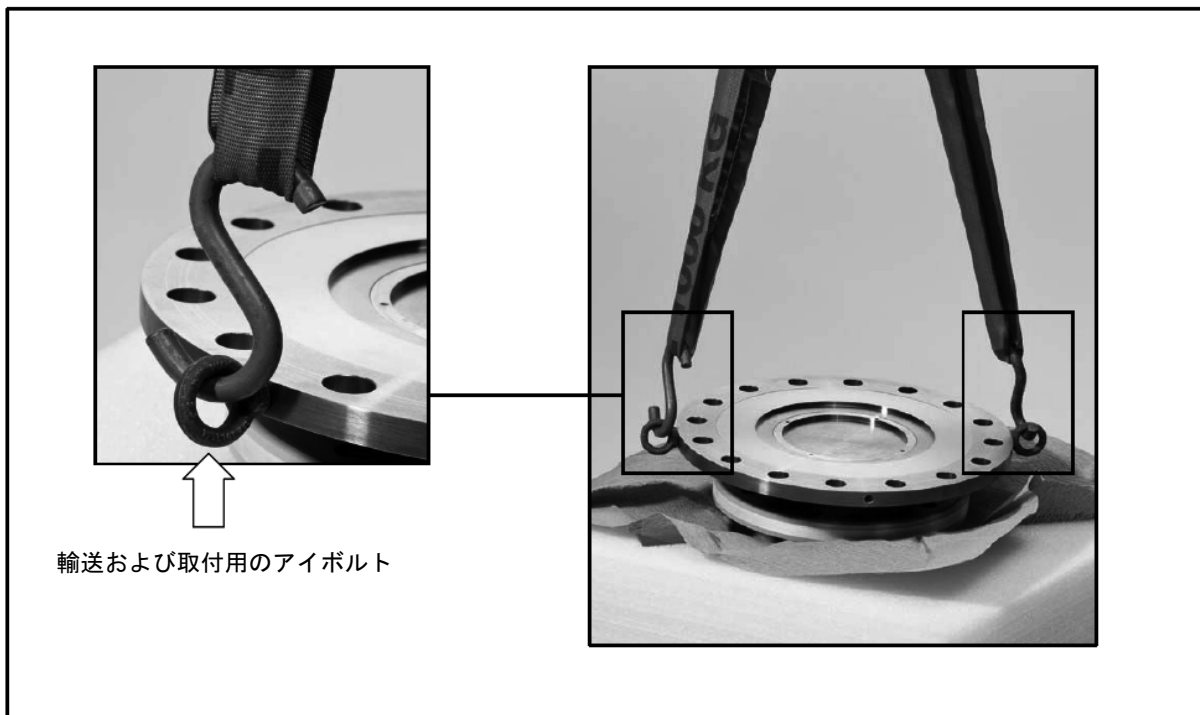

図4.1:ローターに付属している輸送および取付け用のアイボルト
吊り上げ装置のフックを2個のアイボルトに掛けると、ローターを水平に保持した状態に吊り上げて包装から取り出せます（図4.1を参照）。
6. ローターを慎重に吊り上げて、取り付ける位置まで移動します（図4.1を参照）。